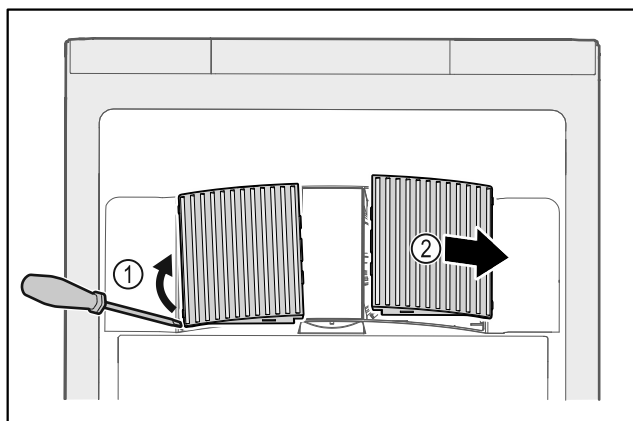

Fig. 173
- ▶ Ostrożnie podważyć osłony wentylatora z boku Fig. 173 (1) i zdjąć do przodu Fig. 173 (2).